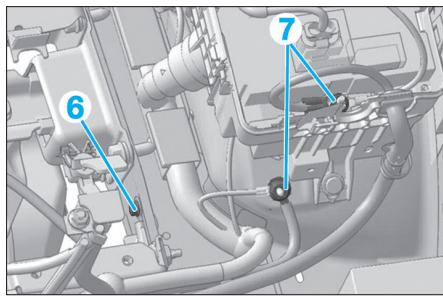

Fig. 61
- Déposer le calculateur moteur (4) et écarter le faisceau électrique.
- Déposer la vis (6) et les écrous de fixation (7) (Fig.61)